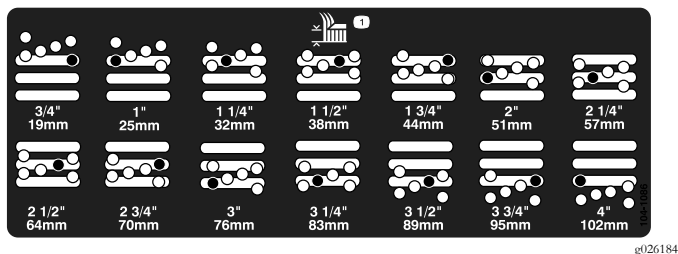

Рисунок 21
5. Переместите камеру на требуемую высоту скашивания и установите проставку в предусмотренные для этой высоты отверстие и паз (Рисунок 21).